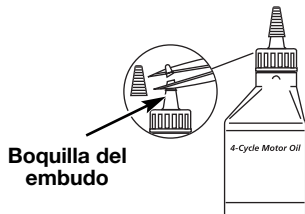

Fig. 15
Su unidad trae una botella de aceite SAE 30 SF, SG, SH de 90 ml (3,04 onzas fluidas) (Fig. 15).
- Desenrosque la tapa de la botella de aceite y retire el sello de papel que cubre la apertura. Vuelva a colocar la tapa. Corte la punta de la boquilla del embudo (Fig. 15).